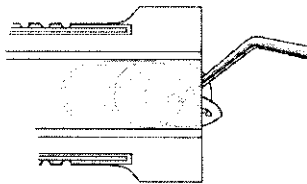

Figura 4
4. Utilizar las pinzas de manipulación para sujetar la lente por el borde de la óptica y colocar suavemente la lente -con la parte anterior mirando hacia arriba- dentro de la parte posterior del cartucho, como se muestra en la Figura 4. La lente se deberá insertar hasta que la óptica haya avanzado un poco más de la mitad dentro del cartucho. Utilizar las pinzas de manipulación para empujar suavemente la lente hacia abajo y comprobar que la lente queda colocada en la parte inferior del cartucho.